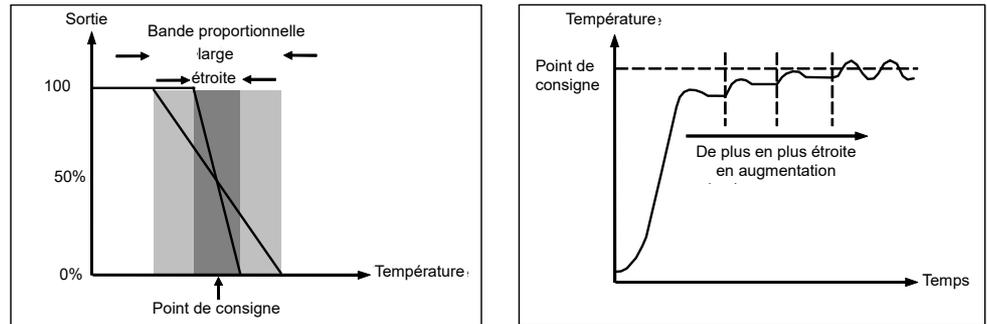

Figure 118 Action proportionnelle
La bande proportionnelle, ou gain, fournit une sortie proportionnelle à l'amplitude de la déviation. Il s'agit de la plage sur laquelle la puissance de sortie est continuellement réglable de manière linéaire, de 0 % à 100 % (pour un régulateur chauffage seul). En dessous de la bande proportionnelle (PB), la sortie est entièrement On (100 %), au-dessus de la bande proportionnelle la sortie est entièrement Off (0 %) comme indiqué à la Figure 118.
Figure 118 montre également l'effet du rétrécissement de la bande proportionnelle jusqu'au point d'oscillation. Une bande proportionnelle large entraîne une régulation en ligne droite mais avec une déviation initiale appréciable entre la consigne et la température réelle. Quand la bande s'amincit, la température se rapproche de la consigne jusqu'à devenir instable.